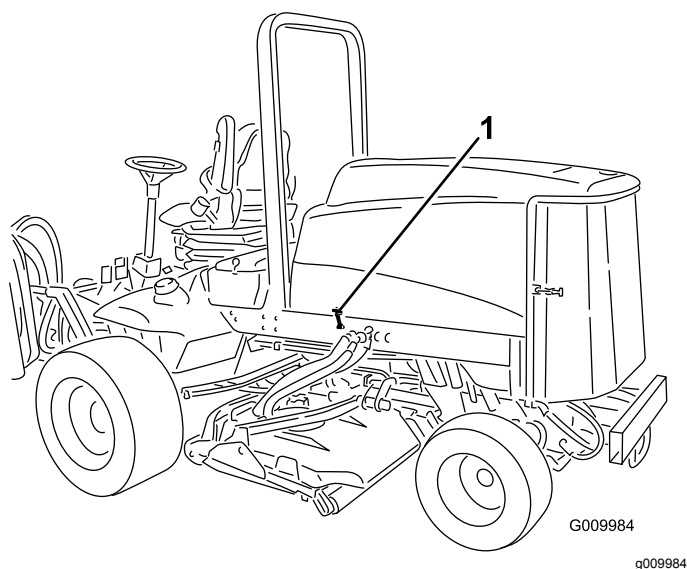

Figura 19
1. Rilasciate i fermi e il perno del cofano (Figura 19) e aprite il cofano.